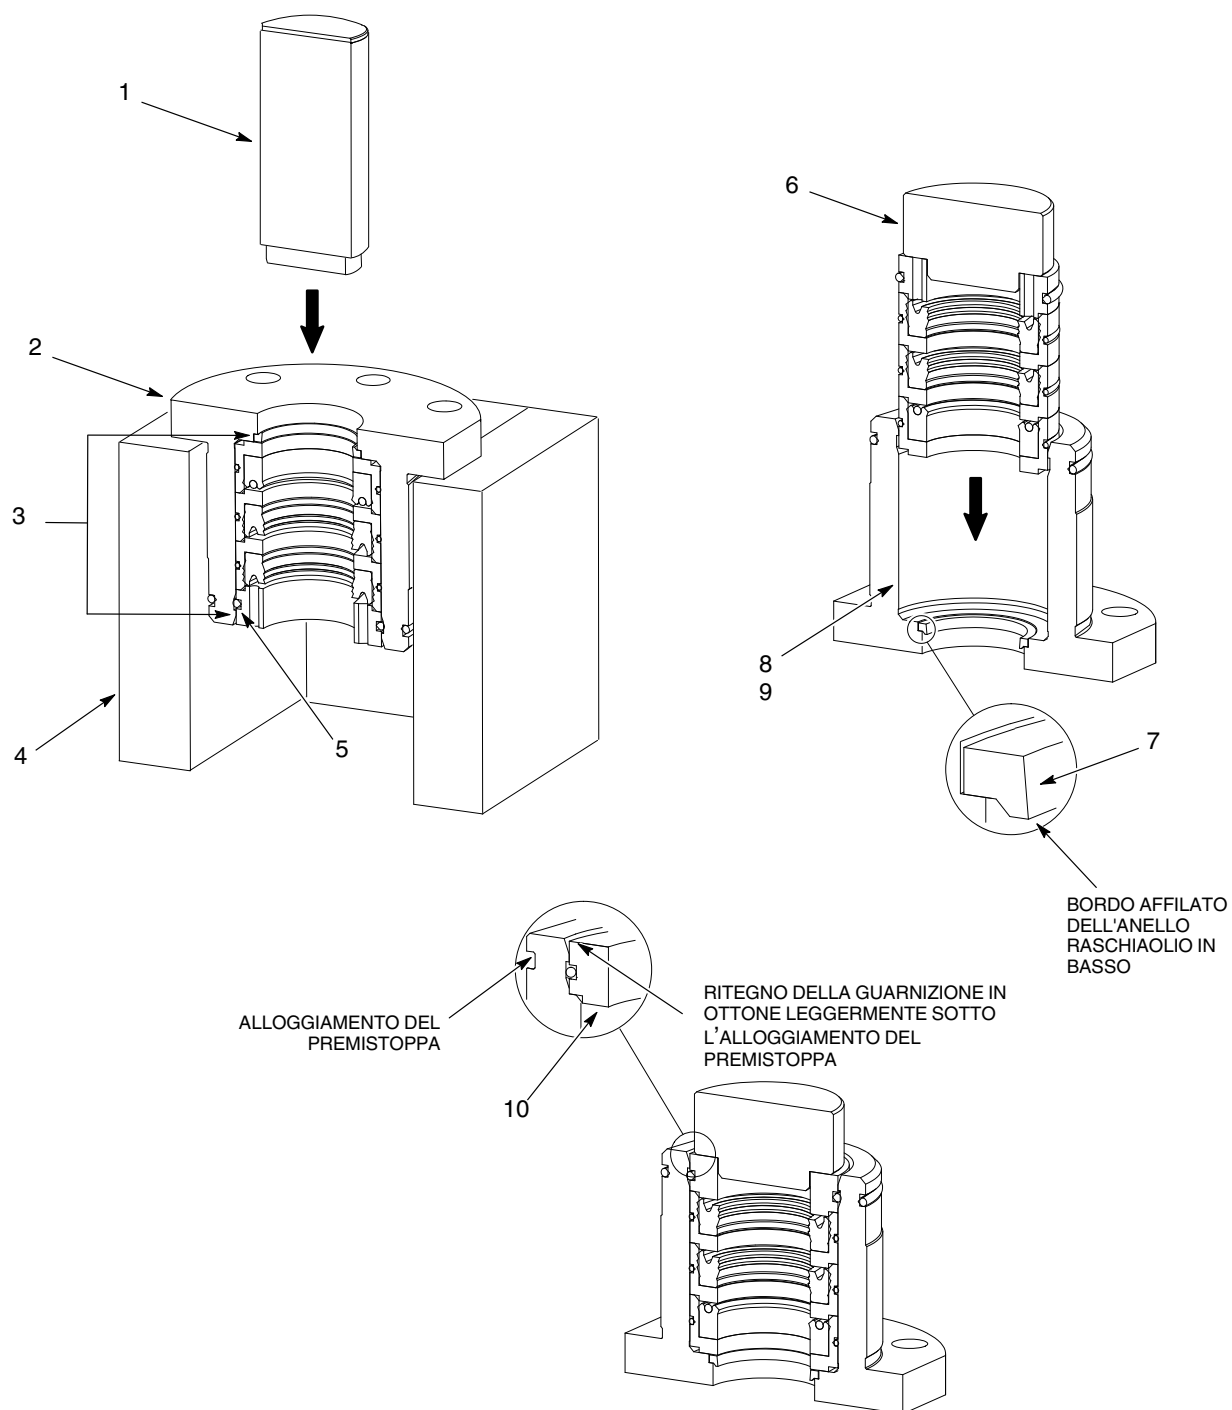

Figura 11 Sostituzione dei pezzi interni del premistoppa
1. Vedi figura 11. Posizionare l'alloggiamento del premistoppa (2) su un dispositivo di montaggio (4).